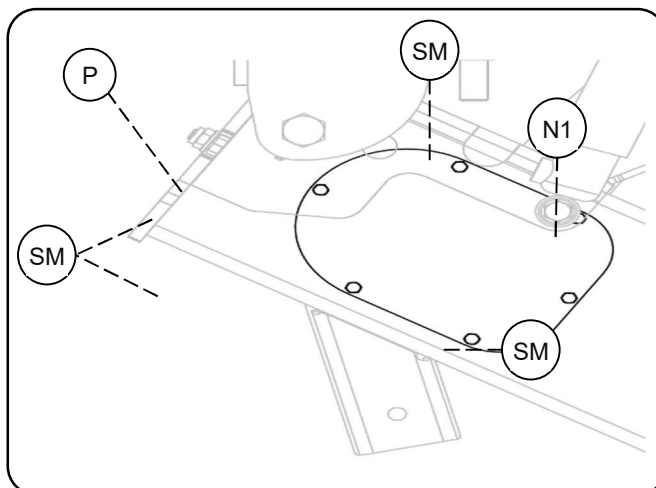

Bild.37
Steg 3, Bild.37: Lossa låsmutter (N1) ca 15mm därefter lossa 4st skruvar (SM) ca 3mm.